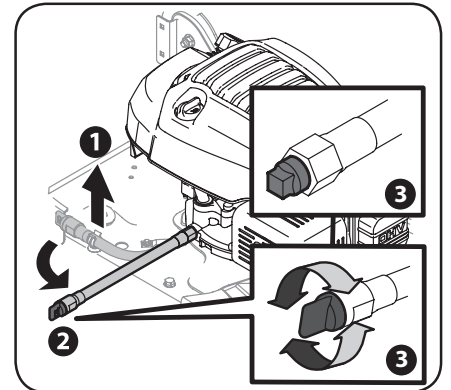
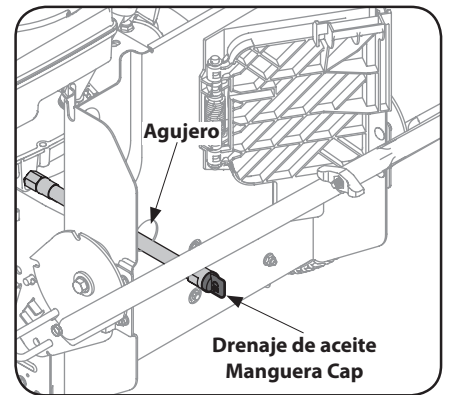

Figura 4-3
Figura 4-4
Cada uno de los ejes y rueditas de la rueda delantera viene equipado con un accesorio de engrase. Vea la Figura 4-3. Lubrique con grasa multiuso No. 2 aplicada con una pistola de engrasar cada 25 horas de funcionamiento de la cortadora o una vez por temporada.
1. Tire hacia arriba de la manguera de drenaje de aceite para soltarla de la plataforma. Consulte la Figura 4-3 para el motor MTD y la Figura 4-4 para el motor Briggs & Stratton.
NOTA: El motor está equipado con un twist-off de plástico o metal tapa de cabeza cuadrada. Consulte la Figura 4-3 inserciones.
NOTA: Para las unidades equipadas con el motor y embolsadora Briggs & Stratton, retire la embolsadora de la cortadora de césped, que expondrá un agujero en la placa trasera de la segadora cuando la puerta se cierra embolsadora para pasar la manguera de drenaje de aceite a través. Ver Figura 4-4.
3. Desenrosque la tapa del extremo de la manguera de drenaje de aceite para empezar a drenar el aceite. Consulte el recuadro de la Figura 4-3.